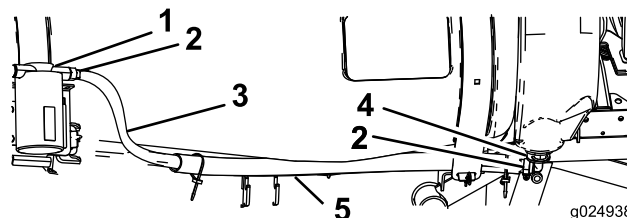

Figura 32
1. Encaminhe o tubo do depósito de lavagem entre a correia frontal do depósito e a parte lateral do depósito (Figura 32).
2. Ligue a outra extremidade à união roscada inferior do tubo ao filtro da bomba de lavagem com uma abraçadeira de tubos (Figura 32).